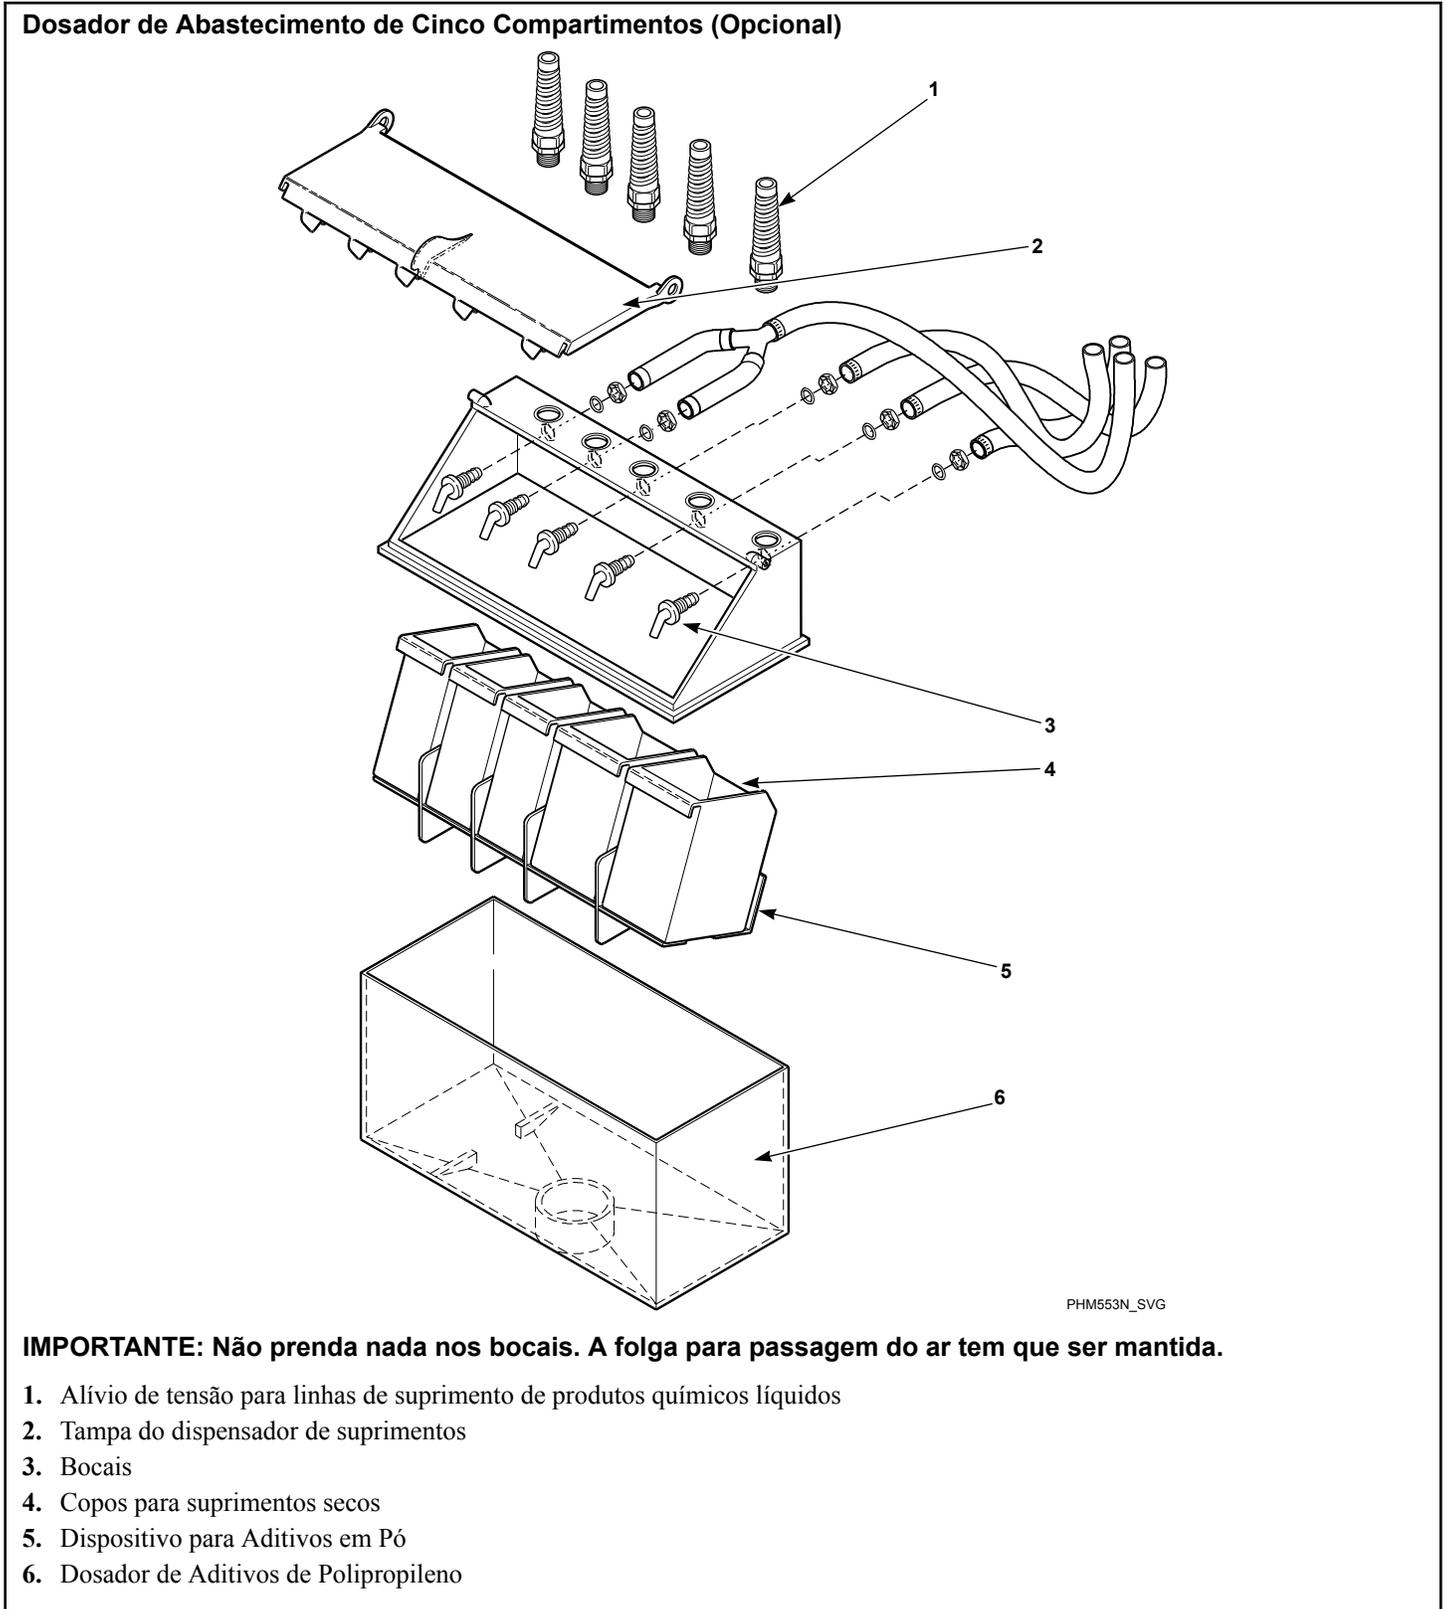

Figura 35
**IMPORTANTE:** O gotejamento de produto químico não diluído pode danificar a máquina. Todas as bombas dispensadoras de aditivos químicos por injeção e a tubulação da dispensação devem ser montados abaixo do ponto de injeção da lavadora. Se essas instruções não forem seguidas, os loops na tubulação não evitarão o gotejamento. A *Figura 34* mostra um sistema típico de suprimento de produtos químicos por injeção. A *Figura 35* mostra um sistema típico de suprimento de cinco compartimentos.
1. Remova a proteção destacável do dosador de aditivos. Consulte a *Figura 35* . Os bujões estão montados no interior do anel de tubulação.